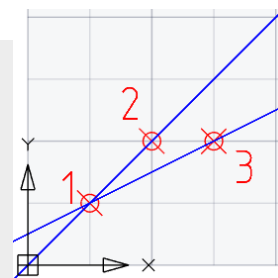

Рис. 3.73 Построение прямых линий
Команда **ПРЯМАЯ** вычерчивает бесконечные линии (рисунок 3.73) проходящие через указанную точку (1) и в заданных направлениях путем указания второй точки (2) и последующих точек (3). Команда может быть активирована из командной строки, из меню *Черчение*→*Прямая*, а также нажатием кнопки  на панели или палитре инструментов.